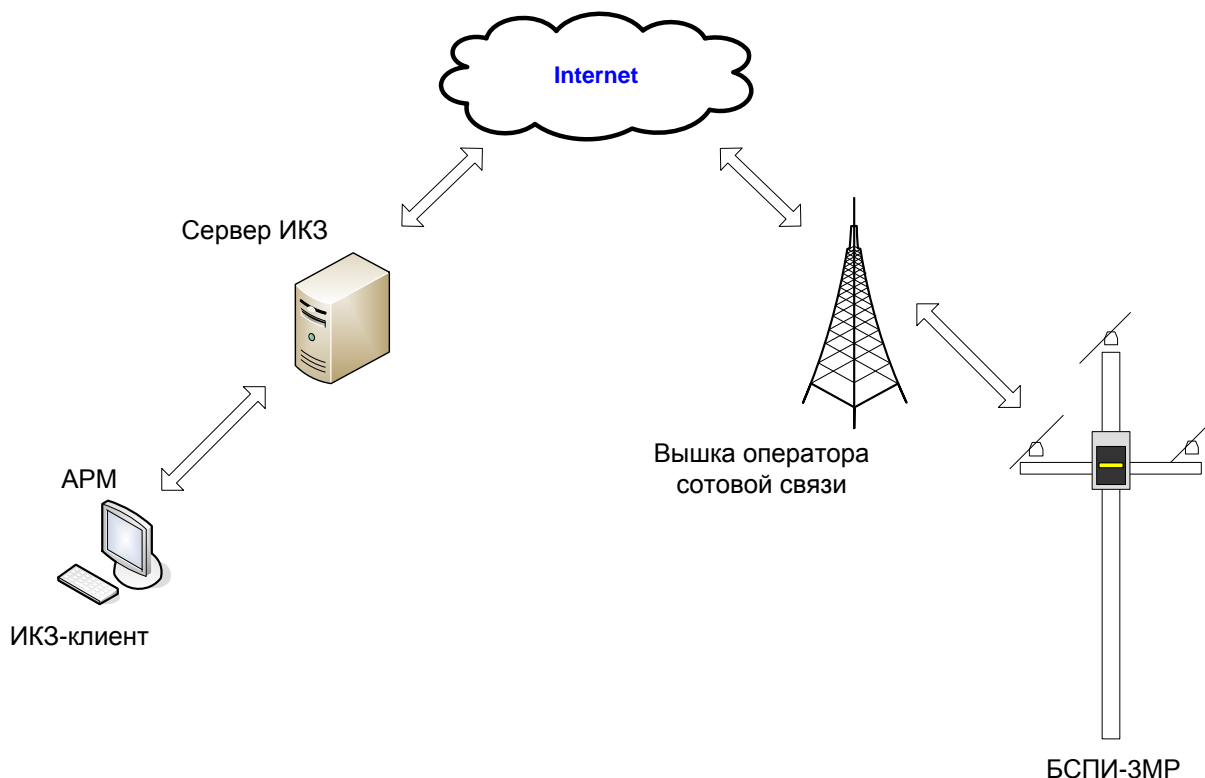

Рисунок 2 – Схема передачи данных
1.5.7 Значения замеренных параметров, сохраненных в памяти прибора, передаются с помощью канала GPRS на сервер сбора и обработки данных (см. Рисунок 2). Диспетчер может получить данные, подключаясь к серверу или через собственную SCADA-систему, или используя программное обеспечение, поставляемое компанией АНТРАКС – «КОМОРСАН Web-клиент». Также данные можно считать при обходе ВЛ с помощью переносного пульта ППИ-2 (см. документ «Переносной пульт индикатора ППИ для ИКЗ-В3. Руководство по эксплуатации»).